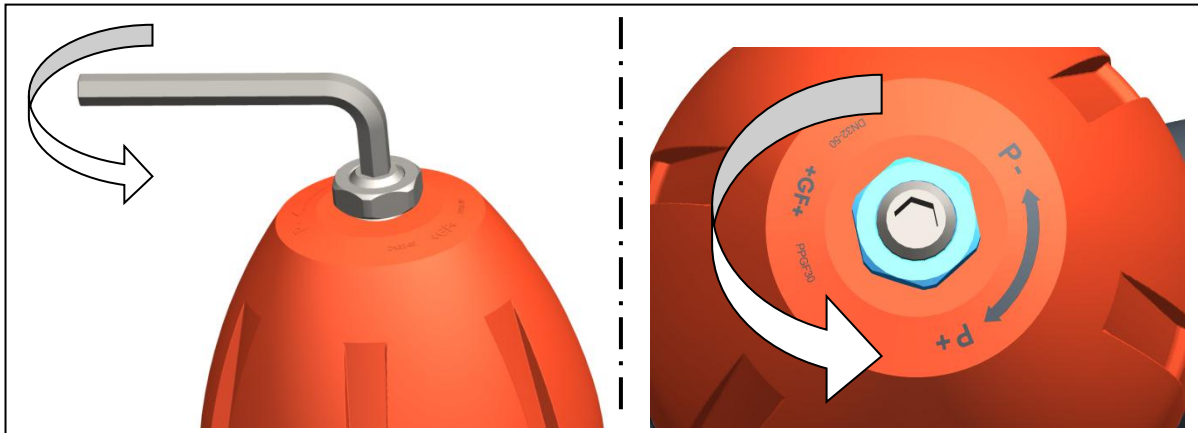

Fig. 5
- Para reducir el valor de consigna: destensar el resorte. Para ello, girar el husillo en el sentido contrario al de las agujas del reloj, ver la fig. 5